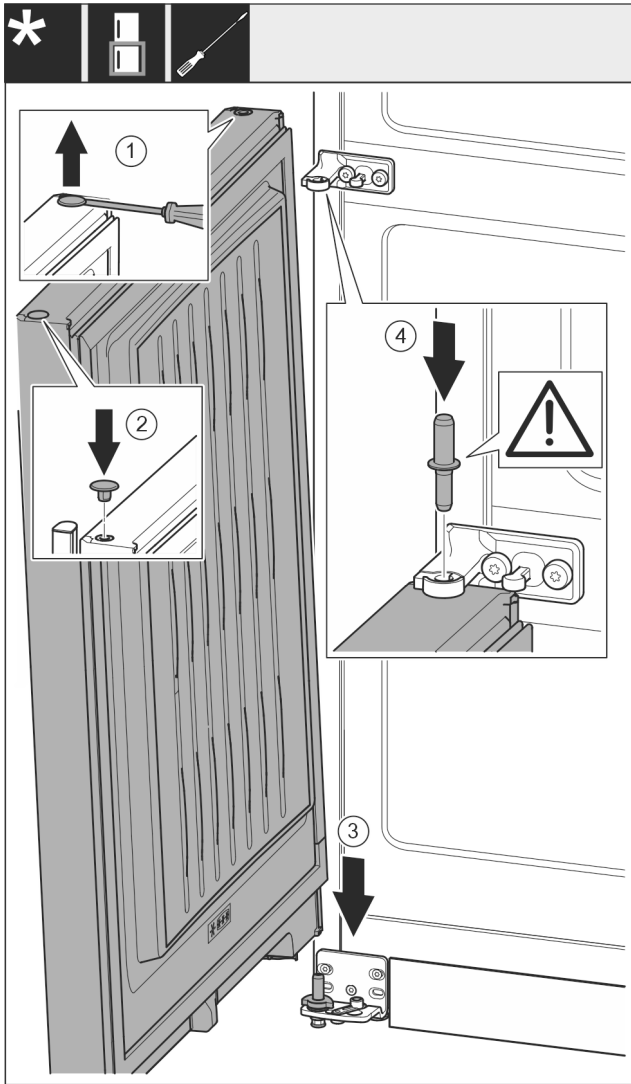

Fig. 23
- Soulever et retirer avec précaution les caches Fig. 23 (1) avec un tournevis plat.
- Replacer les caches Fig. 23 (2) de l'autre côté de la porte.
- Placer la porte Fig. 23 (3) depuis le haut sur l'axe de palier inférieur.
- Insérer l'axe de palier central Fig. 23 (4) dans le support de palier central de la porte inférieure. Veiller à ce que l'ergot soit orienté vers l'arrière.